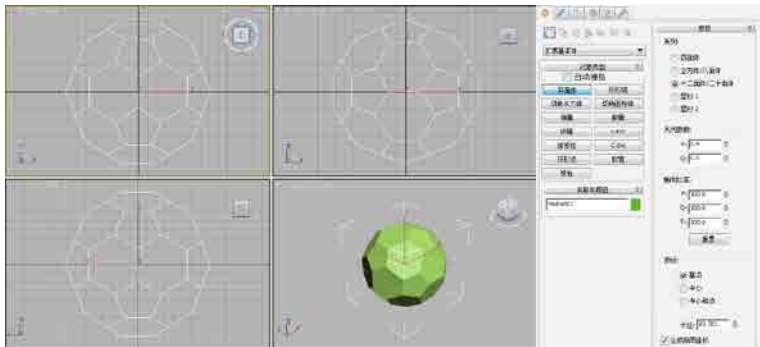

图3-65
- 02 单击 **异面体** 按钮，在顶视图中创建 **半径** 为300的异面体，并选择 **参数** 卷展栏中 **十二面体/二十面体** 选项，设置 **系列参数** 参数中的 **P** 为0.4，其创建效果与参数面板如图3-65所示。